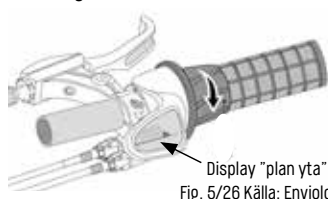

Fig. 5/26 Källa: Enviolo
- Vridning moturs: Displayen visar ett "plan yta" („Fig. 5/ Källa: Enviolo“ på sida 26). Denna inställning bör användas vid högre hastigheter.